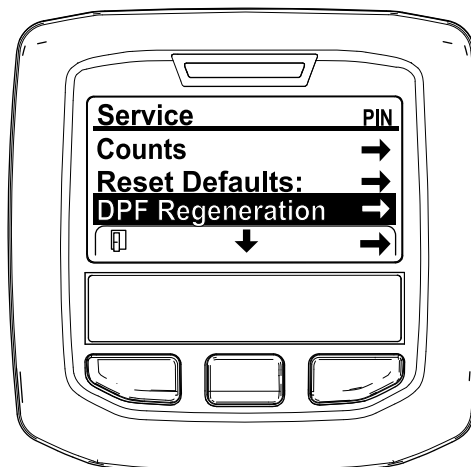

Figura 40
3. No MENU DE MANUTENÇÃO, prima o botão do meio até surgirem as opções de REGENERAÇÃO DO DPF e prima o botão direito para selecionar a opção de REGENERAÇÃO DO DPF (Figura 40).